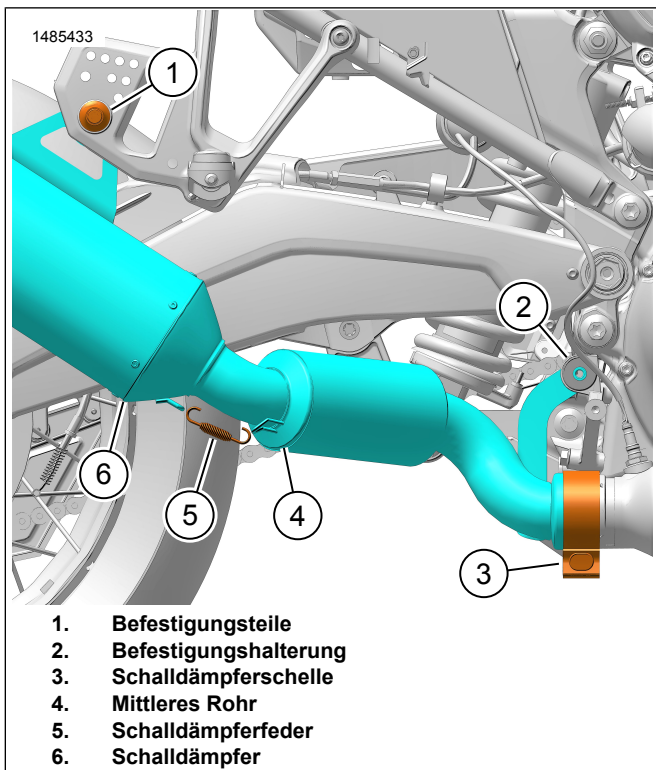

Abbildung 4. Screamin Eagle Schalldämpferbaugruppe
1. Abbildung 4 Das mittlere Rohr (4) am Schalldämpfer (6) anbringen.
2. Die Schalldämpferfeder (5) an den Federmontagelaschen an mittlerem Rohr und Schalldämpfer anbringen.
3. Die **neue** Schalldämpferschelle (3) am mittleren Rohr (4) anbringen.